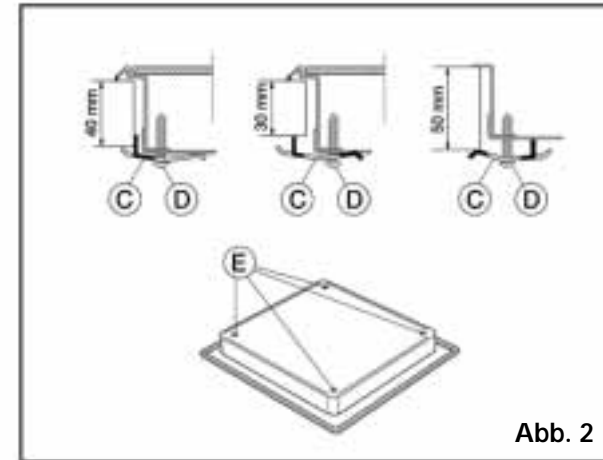

Abb. 2
**Warnung:** Falls der Unterbau, auf dem Sie die Kochmulde installieren möchten, nicht aus Holz besteht (Marmor, Kunststoff, Keramik, Naturstein usw.), fordern Sie bitte beim Kundendienst die speziellen Haltebügel (Abb. 2) an.
- **Besteht die Arbeitsplatte aus Marmor, Plastik, Keramik, Naturstein, usw.**, muss die Kochmulde mit Haltebügeln befestigt werden (C) (Abb. 2), Art.-Nr. 4819 404 78697 (beim Kundendienst erhältlich).
2. Befestigen Sie die 4 Haltebügel (C) gemäß Abb. 2 je nach Stärke der Arbeitsplatte.
3. Montieren Sie die 4 Schrauben (D) in den Positionen (E) (Abb. 2).